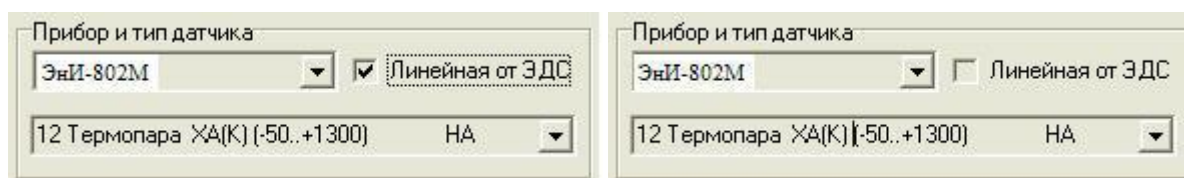

Рисунок 3. Выбор линейной зависимости
4.1.5 Конфигурирование ПИ для термопары типа ХА представлено на рисунке 2. При выборе термопары появляется флажок выбора параметра линейной зависимости (см. рисунок 3).